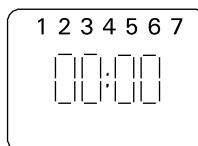

Рисунок 4.
- Это действие устранит внутренние ошибки таймера. После аннулирования дисплей выглядит некоторое время, как показано на рисунке, но через некоторое время цифры от 1 до 7, указывающие день недели, начнут мигать в его верхней части. (Рис. 4)